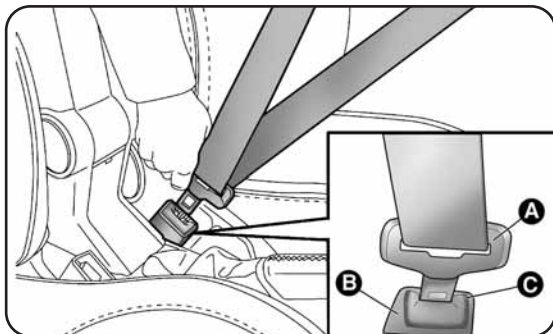

fig. 1
La ceinture doit être endossée en tenant le buste droit et appuyé contre le dossier. Pour boucler les ceintures, saisir la languette de clipsage A-fig. 1 et l'enclencher dans le dispositif B, jusqu'au déclic de blocage.
*Ne pas appuyer sur le bouton C-fig. 1 pendant la marche.*